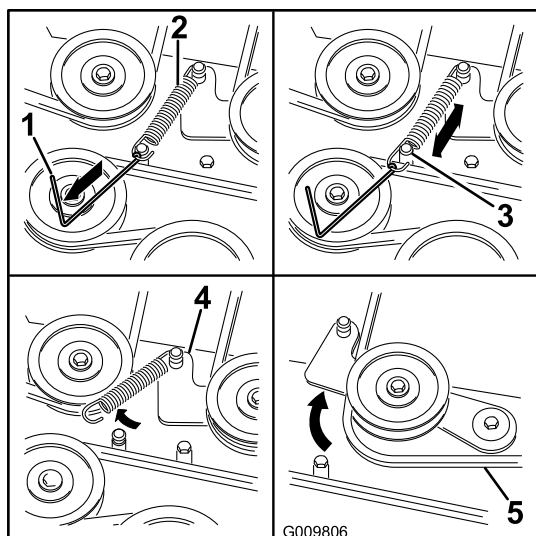

Figure 61
7. À l'aide d'un outil de dépose de ressort (réf. Toro 92-5771), décrochez le ressort de l'ergot sur le plateau pour éliminer la tension sur la poulie de tension (Figure 61).
10. Acheminez la courroie neuve autour des poulies du plateau de coupe et de la poulie d'embrayage, sous le moteur (Figure 61).
11. À l'aide d'un outil de dépose de ressort (réf. Toro 92-5771), accrochez le ressort à l'ergot sur le plateau pour tendre la poulie de tension et la courroie de plateau de coupe (Figure 61).